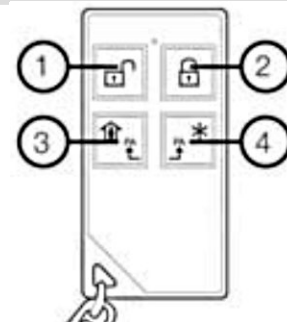

Рисунок 48. Кнопки брелока FW2-RMT-8F
2. **Брелок** – сначала удалить предыдущую регистрацию одновременным нажатием кнопок ② и ③ (см. рисунок 48). Регистрация – одновременно нажать кнопки ③ и ④;